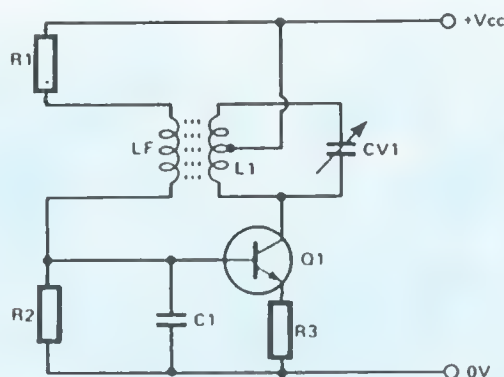

Figura 6. Difficilmente un Hartley potrà essere un VFO!
**Ampiezza d'uscita che dipende dalla frequenza:** alcuni oscillatori, come la versione Hartley illustrata in Figura 6, presentano una variazione della tensione d'uscita quando varia la frequenza di funzionamento. La risposta più semplice è di non usare questi circuiti per oscillatori a frequenza variabile!